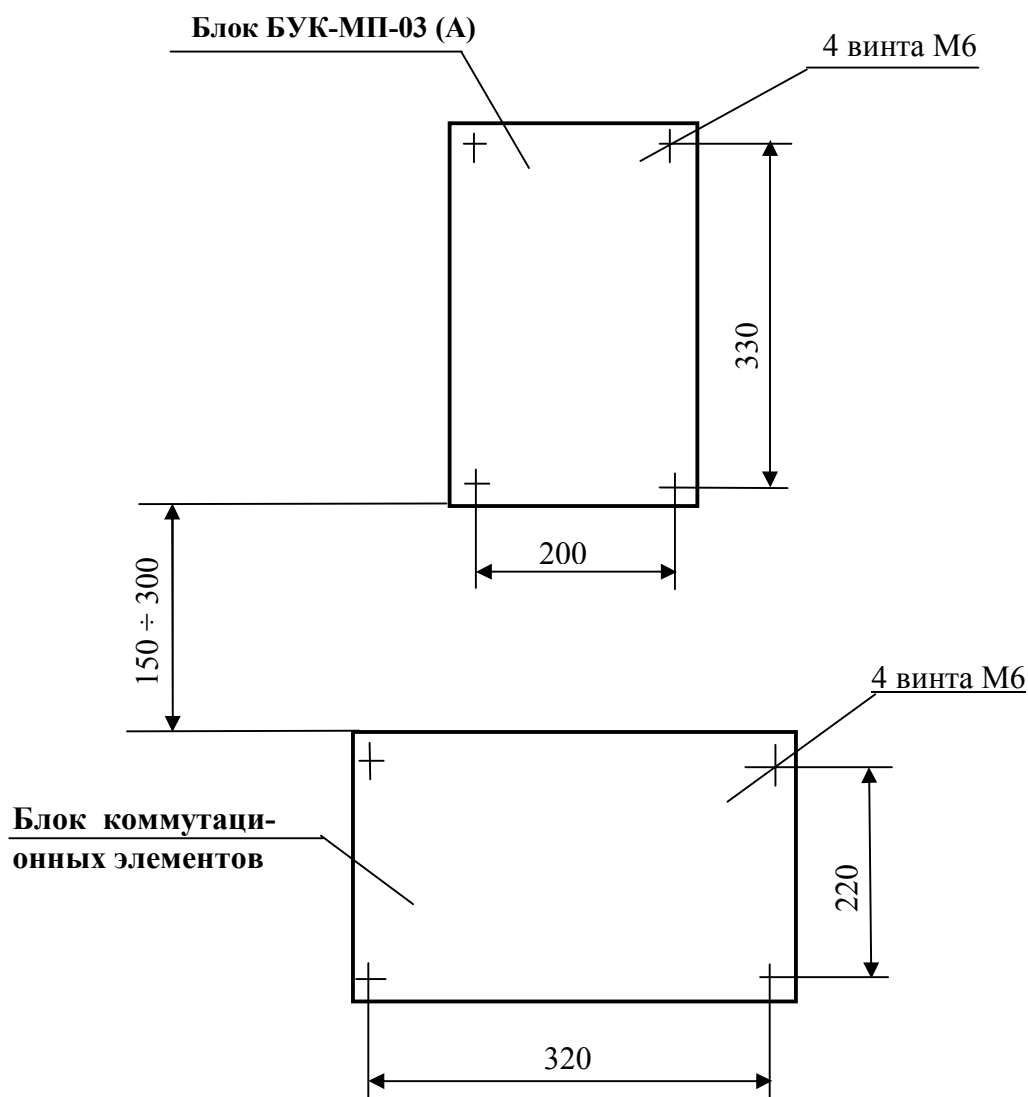

Рис. 1. Разметка под установку блока БУК-МП-03 (А) и блока коммутационных элементов.
2.2.1. Блок **БУК-МП-03 (А)** устанавливается на вертикальной плоскости (щите) на высоте 1500-1700 мм от уровня пола. Блок коммутационных элементов (для подключения внешнего монтажа) располагается на расстоянии 150 – 300 мм ниже блока (см. рис.1).